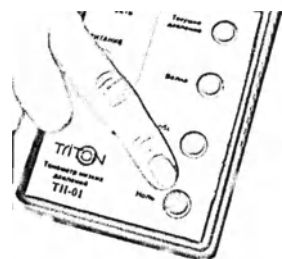

Рис. 5-6.
- 6) Нажатием на кнопку «Ноль» установить нулевой уровень давления (равный атмосферному). См. рис. 5-6.